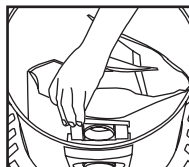

FIGURE 26
35. Faites glisser le déflecteur d'admission comportant le sac filtre dans le guide du déflecteur. **FIGURE 26.**